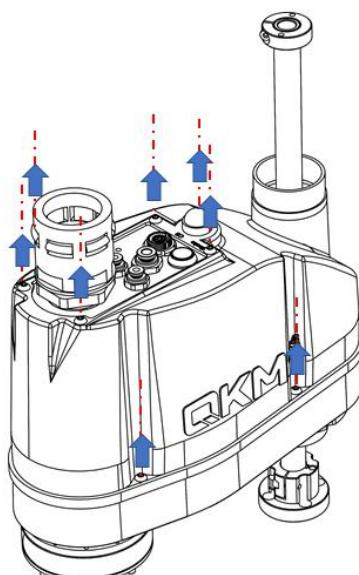

图 4-17 第二机械臂外壳拆卸示意图
- 步骤2** 取下螺钉放置一旁，再轻轻把外壳往波纹管方向拉，如图 4-17 所示。